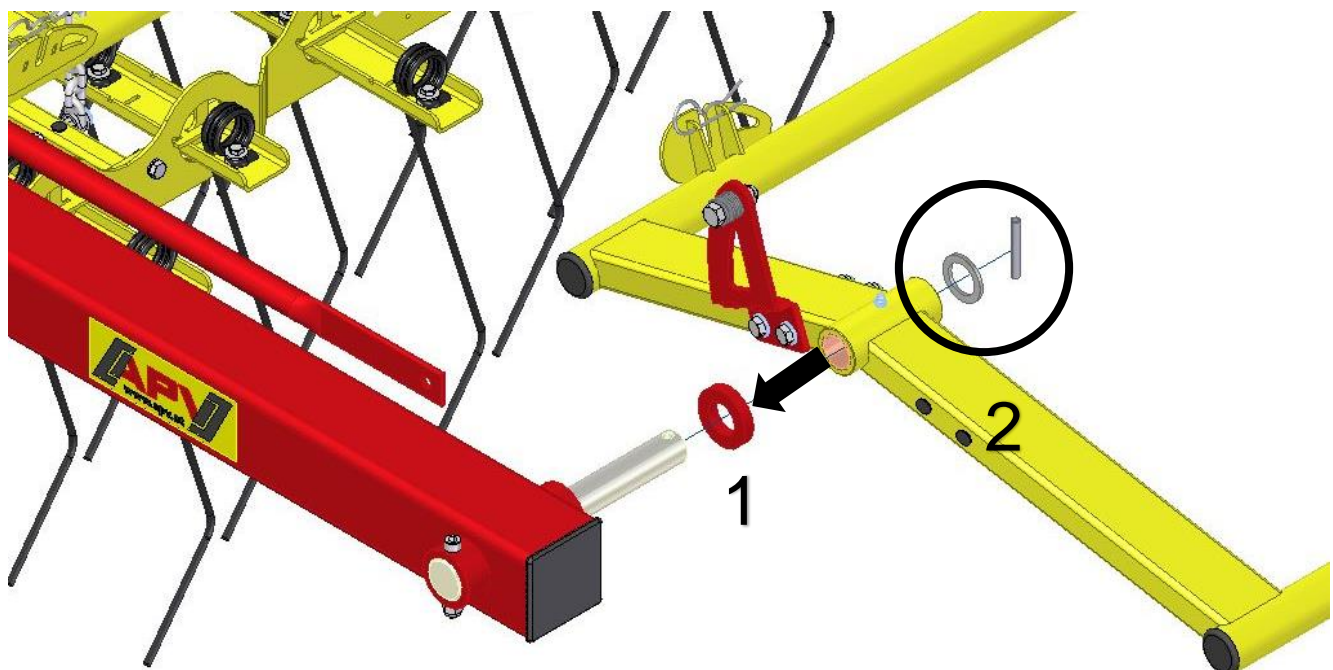

Abbildung 16: Striegelfeldmontage am Rahmen
Montieren Sie anschließend die Striegelfeldgabel am Mittelrahmen wie in Abbildung 16. Dafür montieren Sie zuerst die Distanzscheibe (1) am Bolzen. Anschließend schieben Sie die Striegelfeldgabel auf und fixieren diese mittels Distanzscheibe und Hohlstift (2).